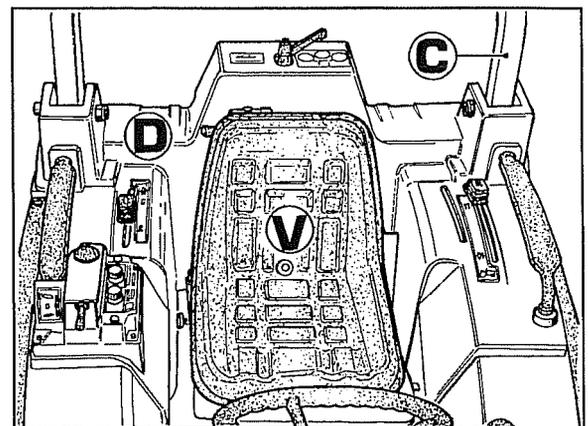

Abb. 29
1. Den Fahrersitz **V** Abb. 29 ausbauen.
- b. Den Überrollbügel **C** und den Karosseriekörper aus glasfaserverstärktem Kunstharz **D** Abb. 29 entfernen, nachdem man die verschiedenen Griffe und den Träger der Bedienelemente des Krafthebers entfernt hat.